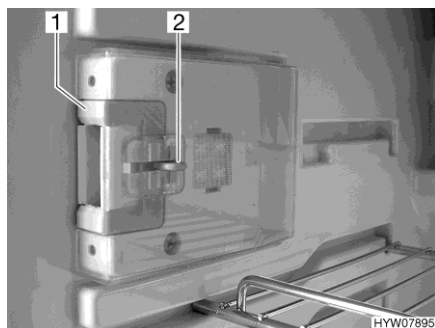
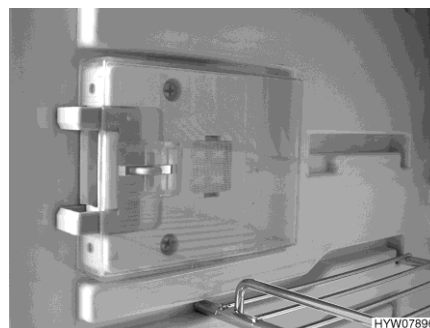

Fig. 163 Dispositivo di chiusura (posizione normale)
Fig. 164 Dispositivo di chiusura (posizione di ricircolo d'aria)
- Premere il dispositivo di sblocco (Fig. 163,2).
- Spingere il dispositivo di chiusura (Fig. 163,1) in avanti (Fig. 164).